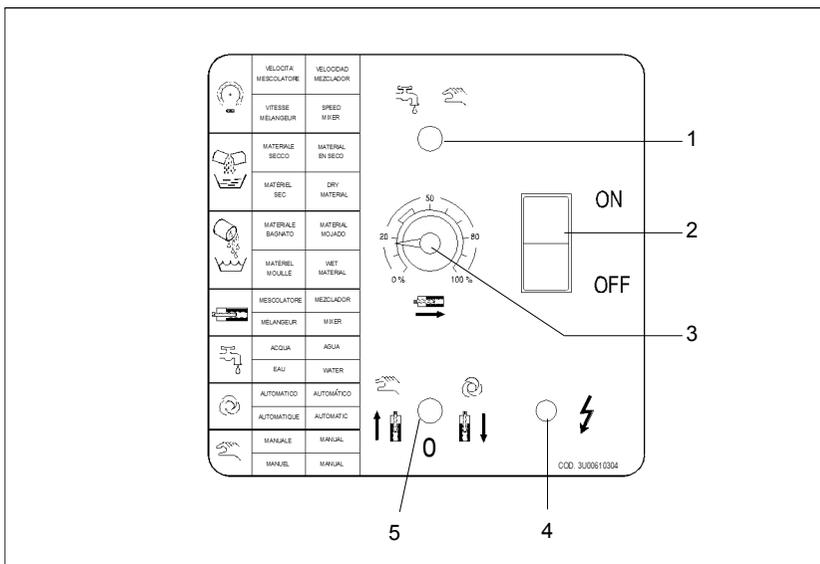

FIG.28 (Quadro di comando parte frontale)
Nelle FIG.28 e 29 è rappresentata la serigrafia applicata sul quadro elettrico.
TAB.10 (Legenda quadro elettrico parte frontale - Fig.28)
- 4) Arrestare la macchina portando il selettore **"Marcia - Arresto"** (FIG.28/30/32/34-Rif.1) in pos. "0".